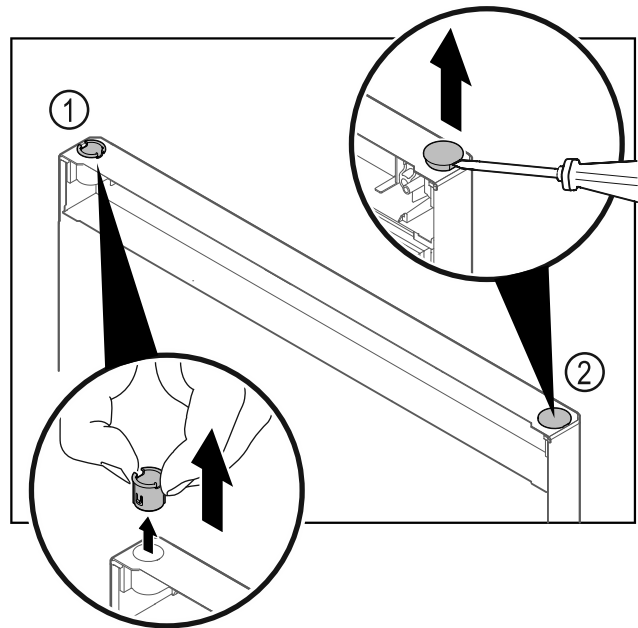

Fig. 30
- ▶ Pirštais ištraukite šarnyrinę įvorę Fig. 30 (1).
- ▶ Dengiamąjį kamštį Fig. 30 (2) atsargiai pakelkite išdrožiniu atsuktuvu ir jį ištraukite.